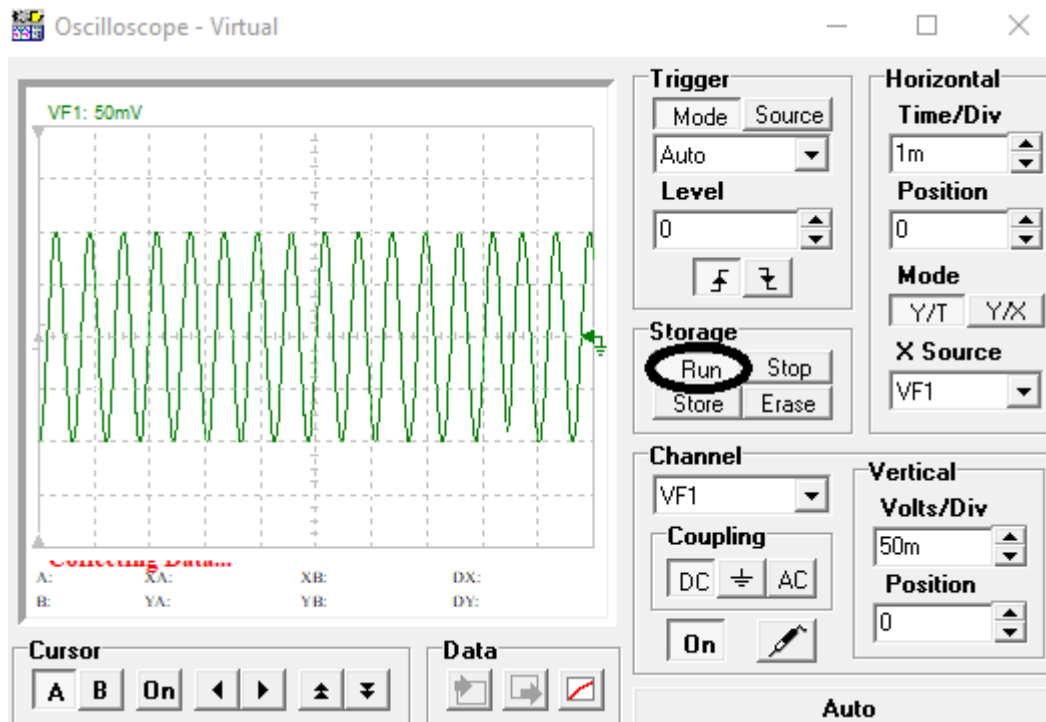

Рисунок 2.4 – Осциллограф
2. Для запуска осциллографа необходимо нажать «Run» (рис. 2.4).